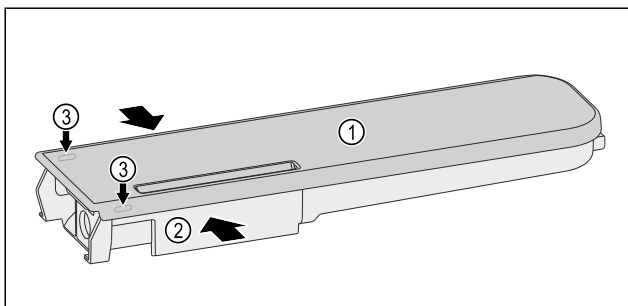

Fig. 231
- ▶ Притисніть бак для води Fig. 231 (2), обережно підчепіть і потягніть угору кришку Fig. 231 (1) за допомогою фіксувальних язичків Fig. 231 (3).
- ▶ Обережно порушайте кришку Fig. 231 (1) вперед-назад і зніміть її вгору.